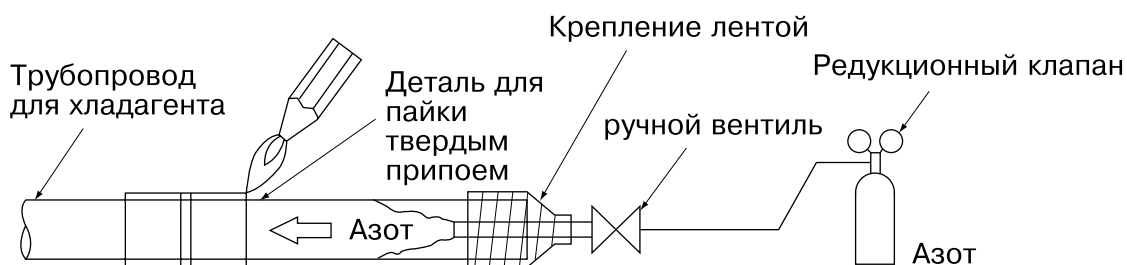

Рис. 14
- Если пайка выполняется одновременно с подачей в трубопровод азота, азот необходимо довести с помощью редукционного клапана до 0,02 МПа. (См. Рис. 14)